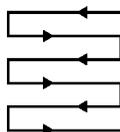

Рис. 26
4. Медленно продвигайте косилку вперед. Возможно, вы захотите воспользоваться функцией привода колёс и заблокировать два передних колеса (16) для облегчения движения вперёд.
5. Косить следует немного перекрывающимися рядами. Наиболее эффективным рисунком для стрижки газонов являются прямые линии параллельно одной из сторон. Это позволит сохранить ровные ряды и обеспечит стрижку всего газона без пропусков (рис. 26).